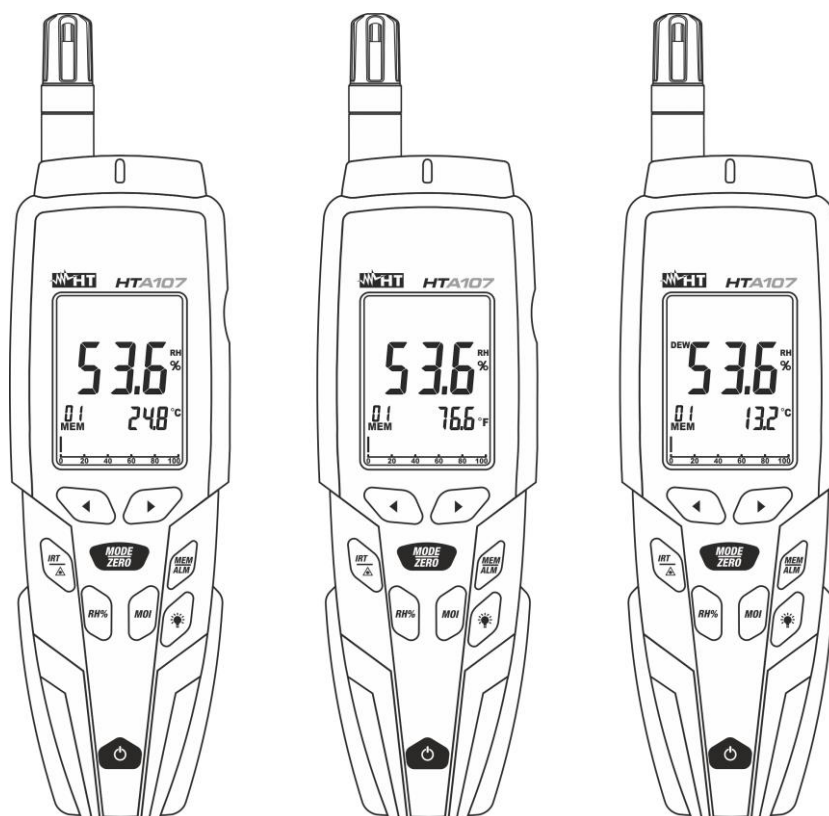

Fig. 7: Uso do instrumento para a medição da temperatura/humidade do ar
4. Premir o botão **MODE/ZERO** para seleccionar a medição da temperatura de condensação e da humidade específica expressa em “g/kg” ou “GPP” (consultar o § 4.3.6). O valor da temperatura de Condensação é apresentado no display secundário (ver Fig. 7 – parte direita)